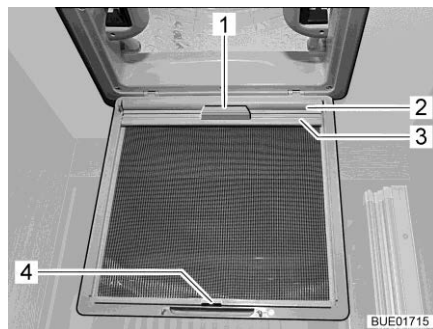

Fig. 125 Oscurante a rullo (oblò)
- Tirare l'oscurante a rullo (Fig. 125,2) utilizzando la maniglia (Fig. 125,1) e agganciare il listello di supporto (Fig. 125,3) ai ganci (Fig. 125,4) sulla protezione contro gli insetti.
- Staccare il listello di supporto (Fig. 125,3) dai ganci (Fig. 125,4) e ricondurre lentamente l'oscurante a rullo (Fig. 125,2) utilizzando la maniglia (Fig. 125,1).